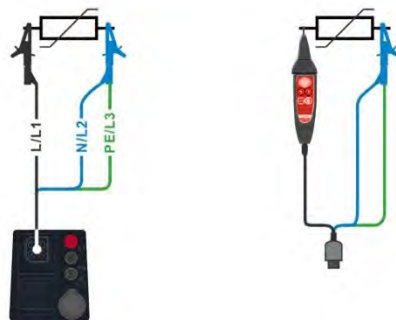

Abbildung 7.14: Anschluss der 3-Leiter-Prüfleitung und der optionalen Commander-Prüfspitze (044155)
- › Schließen Sie die Prüfleitungen am Prüfobjekt an (siehe **Abbildung 7.14.**)